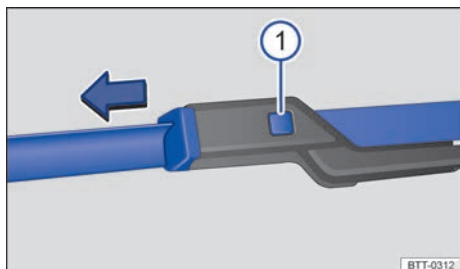

Fig. 159 Cambio de las escobillas limpiacristales del parabrisas.
- Mantenga presionada la tecla de desbloqueo → fig. 159 ① y tire al mismo tiempo de la escobilla en el sentido de la flecha.